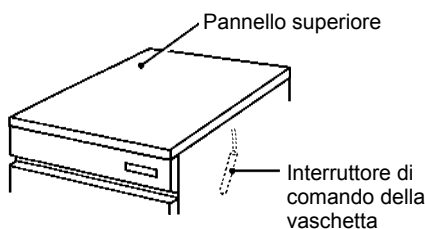

Fig. 2
5) Aprire lo sportello della vaschetta per rimuovere il nastro da imballaggio sull'interruttore di comando della vaschetta (v. Fig. 2).